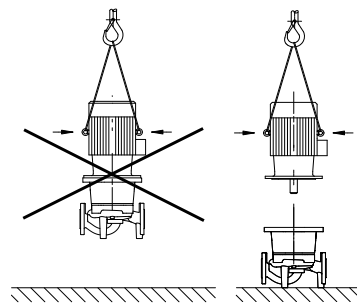

Fig. 33: Транспортиране на мотора
- Транспортните халки на мотора са предназначени само за транспортиране на мотора, а не на цялата помпа (Fig. 33).